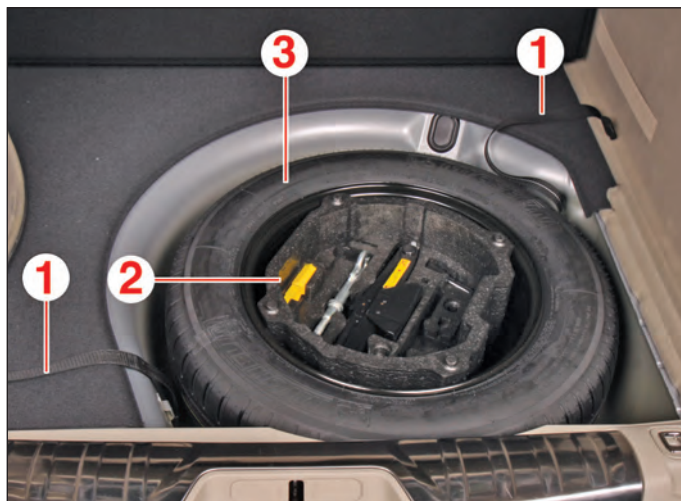

FIG.1
- Détacher la sangle (1) (Fig.1).
- l'outillage de bord (2),
- la roue de secours (3).